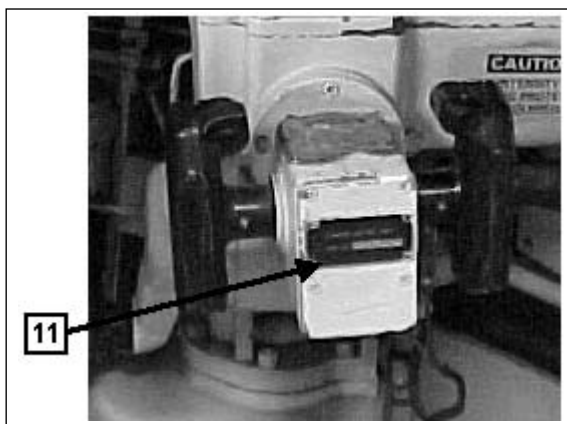

Fig 4-123. Punho do atirador
f. Sensor do punho do atirador (Fig 4-123)
(1) O sensor é localizado internamente no punho de controle do At (11) e é ligado mecanicamente ao punho de comando do Cmt CC.
(2) O sensor transforma os comandos do At em sinais elétricos para a unidade controladora. Em última análise, isso permite selecionar uma nova direção para pontaria anulando a tendência do sistema de estabilização de retornar à direção original.